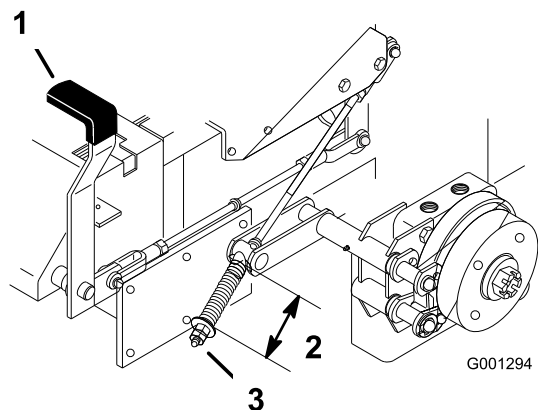

Figura 68
2. Misurate la lunghezza della molla (Figura 68).
3. Se la regolazione è necessaria, disinserite il freno di stazionamento, allentate il controdado sotto la molla e regolate il dado direttamente sotto la molla (Figura 68).